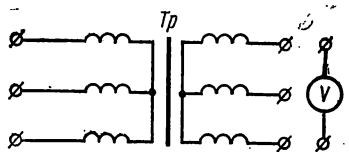

Рис. 2.71
При соединении обмоток генератора или трансформатора звездой (рис. 2.71) и при несинусоидальных э. д. с. в фазах линейные напряжения, равные разностям фазных ($u_{AB} = u_A - u_B$), также несинусоидальны. Линейные напряжения не содержат гармоник кратных трем; так как при вычитании гармоники нулевой последовательности обращаются в нуль; поэтому отношение
1. Собрать цепь (см. рис. 2.71) и показать ее преподавателю для проверки.